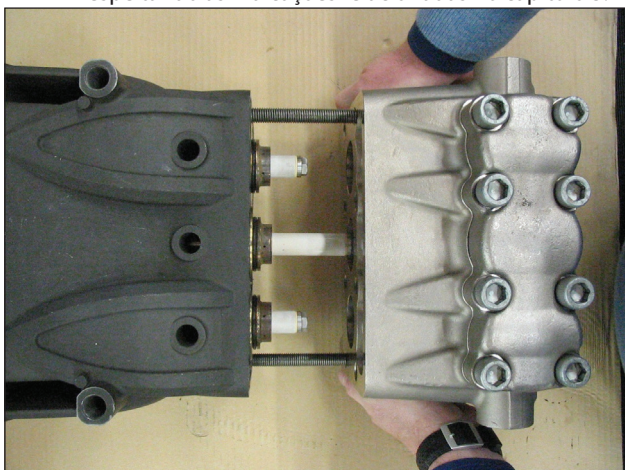

Fig. 33
- Lubrifique os componentes ②③⑤ com lubrificante de silicone do tipo OCILIS, cód. 12001600. Tal operação é considerada necessária também para facilitar a adaptação das bordas da vedação sobre os pistões.
- Use dois parafusos - tomada de serviço (cód. 27508200) fixada ao cárter, conforme indicado na Fig. 33, posicione o cabeçote completo, certificando-se de que esteja centralizado no pistão central.